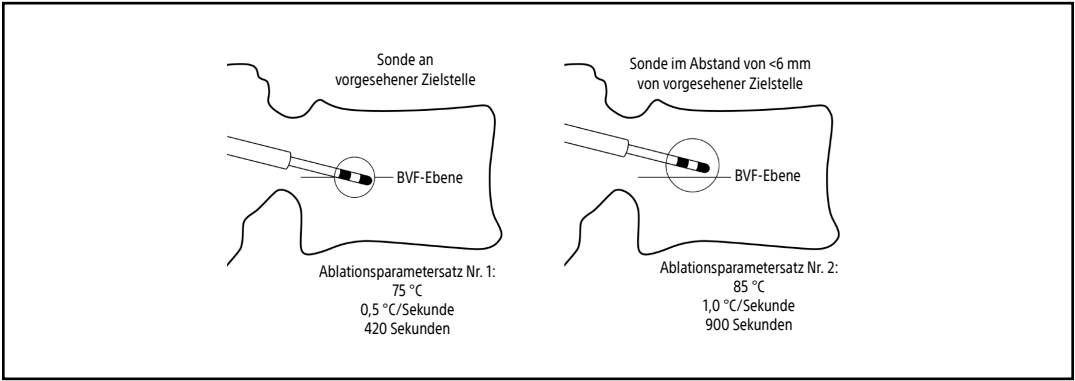

ABBILDUNG 6
20. Wenn die Sonde  $\leq 5$  mm von der vorgesehenen Zielstelle entfernt ist, kann Ablationsparametersatz Nr. 1 ausgewählt werden, bei einem Abstand von  $\leq 6$  mm kann Ablationsparametersatz Nr. 2 ausgewählt werden. (Siehe Beispiele in Abbildung 6.) Der Zielwirbelkörper wird mit den vom Arzt ausgewählten Ablationsparametern behandelt: